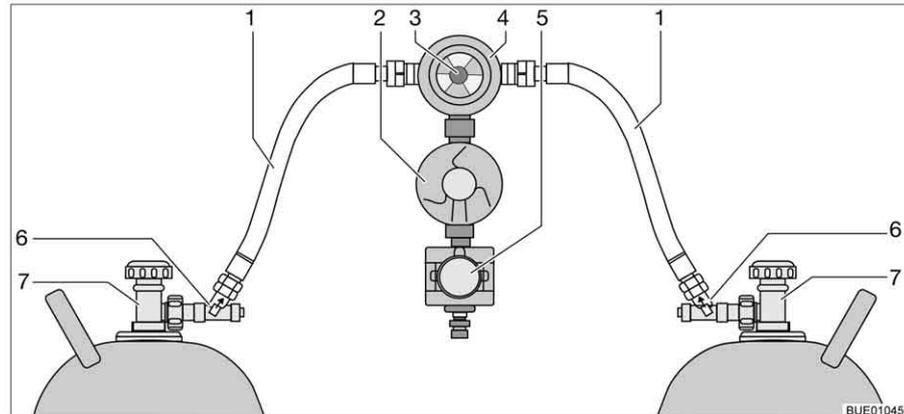

Bild 109 Crash-Protection-Unit-Umschaltanlage
Die Crash-Protection-Unit besteht aus zwei Durchflussbegrenzern mit manueller Entriegelung (Bild 109,6), einem Umschaltventil (Bild 109,4) mit Druckregler (Bild 109,2), einem Elektroventil (Bild 109,5) und der Bedieneinheit mit dreifarbigem LED. Das Umschaltventil ist zwischen den beiden Gasschläuchen (Bild 109,1) montiert.
Mit dem Drehknopf (Bild 109,3) am Umschaltventil lässt sich bestimmen, welche der Gasflaschen als Betriebsflasche und welche Gasflasche als Reserveflasche verwendet wird.
An der Bedieneinheit (Bild 110) können nur die elektrischen Funktionen geschaltet werden. Die Haupt-Absperrventile der Gasflaschen (Bild 109,7) und die Entriegelungen (Bild 109,6) müssen von Hand geöffnet werden.
- Haupt-Absperrventile an den Gasflaschen (Bild 109,7) öffnen.
- Entriegelungen (Bild 109,6) nacheinander 10 Sekunden lang drücken.
- Mit dem Drehknopf (Bild 109,3) am Umschaltventil (Bild 109,4) die Gasflasche wählen, der vorrangig das Gas entnommen werden soll (Betriebsflasche).
- Haupt-Absperrventile an den Gasflaschen (Bild 109,7) schließen.